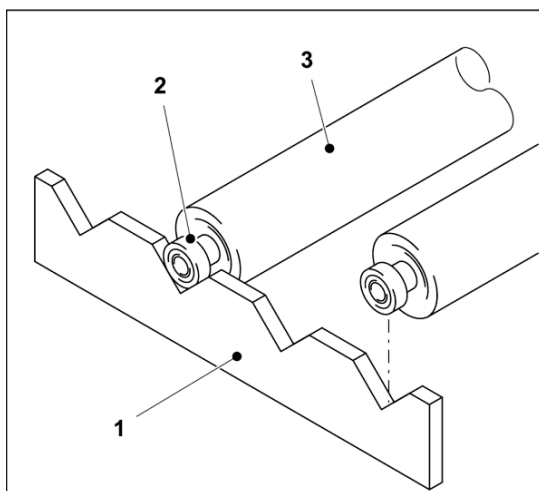

図 17 ローラの置き方
- ローラ(図17/3)は水平にしてアイドルローラ(図17/2)やシャフトが接するように保管してください。なるべくプラスチック製または木製のローララック(図17/1)に置くようにしてください。